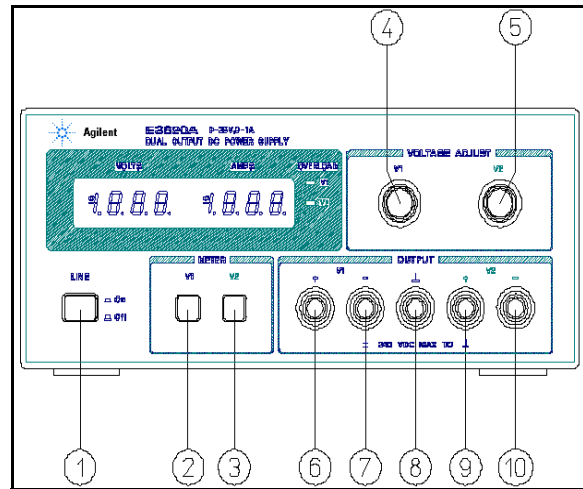

图 2 前面板控制器和指示灯
将 **LINE**（线路）按钮开关按下（①，图 2），将电源置为 **ON**（开启）；释放按钮（弹出位置），将电源置为 **OFF**（关闭）。
下面的步骤说明了图 2 中所示的 E3620A 型前面板控制器的使用，并大致检查电源是否正常工作。在收到仪器并将其连接到任一负载设备之前，执行此检验步骤或 **Service Information** 一节提供的更具体的性能测试。如果遇到任何困难，请执行 **Service Information** 一节开始处介绍的更具体的性能测试。